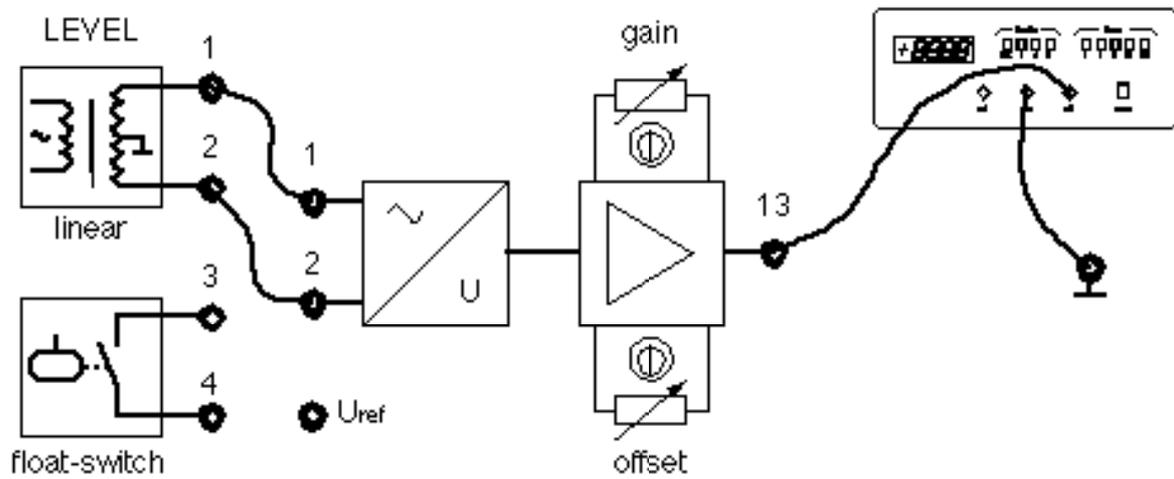
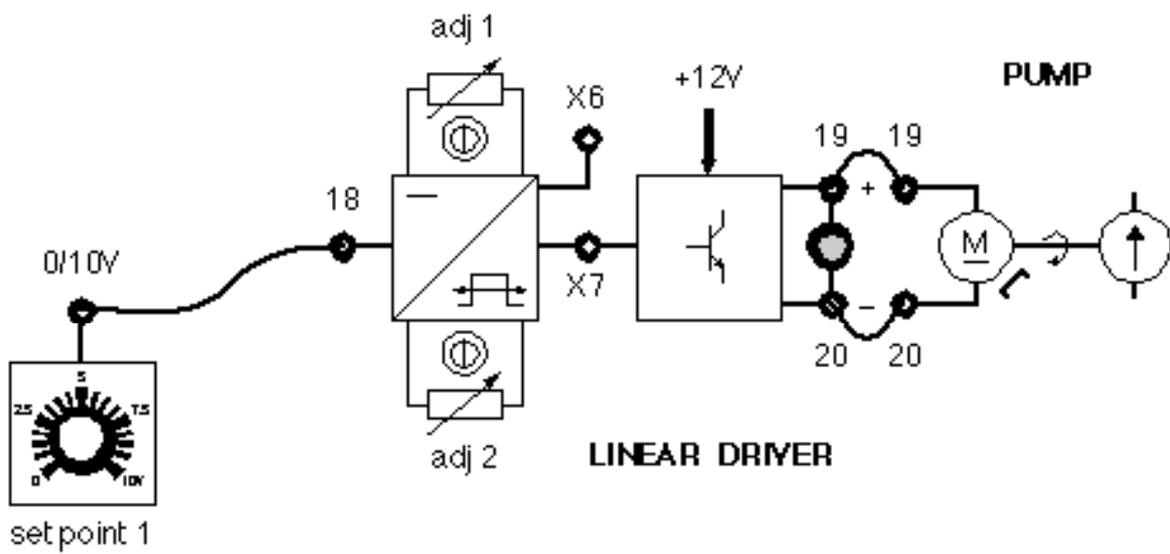

Fig. 1.1
Fig. 1.2
Después de haberse asegurado que se conocen los prerrequisitos. entrega a los alumnos la Ficha 1.1 que representa el conjunto de cables del sensor de nivel con la respectiva interface (fig. 1.1 y fig. 1.2) y prepara el panel de simulación del proceso de la siguiente manera:
- 1) Conectar, mediante los cables, el casquillo 1 del Sensor de Nivel al casquillo 1 de la correspondiente interface y el casquillo 2 al casquillo 2 (ficha 1.1 fig. 1.1).
- 2) Introducir un terminal del voltímetro digital, preparado en corriente continua, en el casquillo 13 del Interface de Nivel y el otro en el casquillo de masa (ficha 1.1 fig. 1.1).
- 3) Conectar el casquillo 18 del LINEAR DRIVER al casquillo del SET POINT 1, el casquillo 19 al 19 y el casquillo 20 al 20 (ficha 1.1 fig. 1.2).
- 4) Apretar el interruptor general (ON).